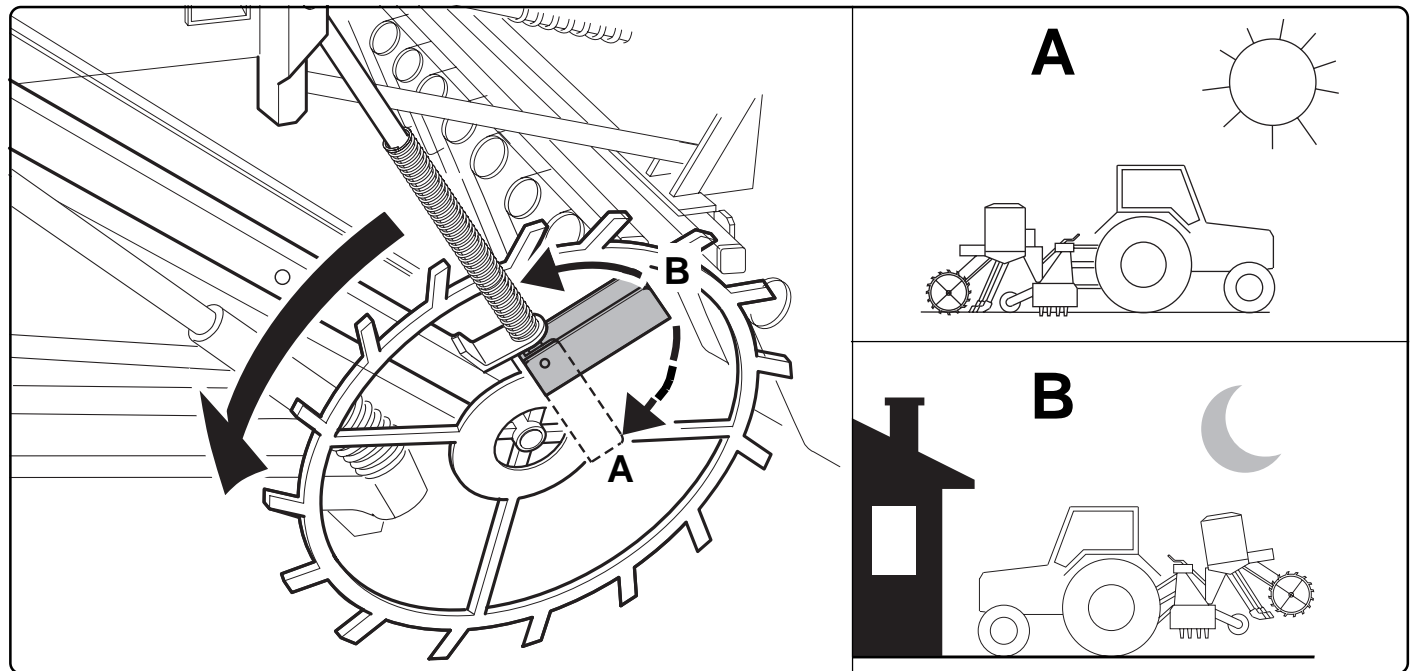

Fig. 6
- 3) Montare sui mozzi dei due bracci di trasmissione le ruote artigliate, osservando la corretta disposizione secondo il senso di marcia (Fig. 6).
- 3) Monter les roues munies de pointes sur les moyeux des deux bras de transmission, en respectant la disposition correcte selon le sens de la marche (Fig. 6).
- 3) Monte en los cubos de los dos brazos de transmisión de las ruedas de púas, observando que estén bien colocadas de acuerdo con el sentido de marcha (fig. 6);